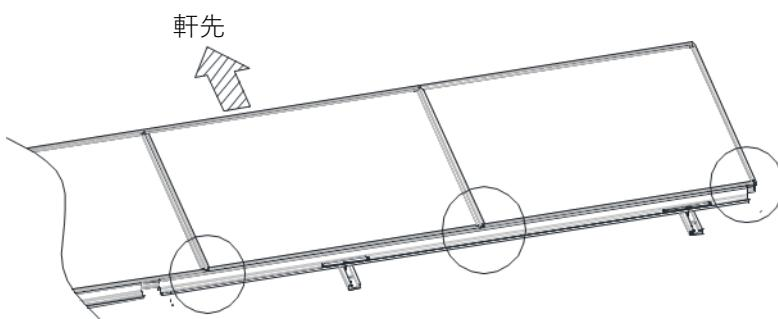

図3-8. YSⅢ工法 モジュール固定手順
※複数列にまたがる横桟を施工する場合は、モジュール端部（図3-8の○指示部）付近で、②の作業を行ってください。隣り合うモジュール同士の高さが合っている状態で横桟の爪をはめ込んでください。